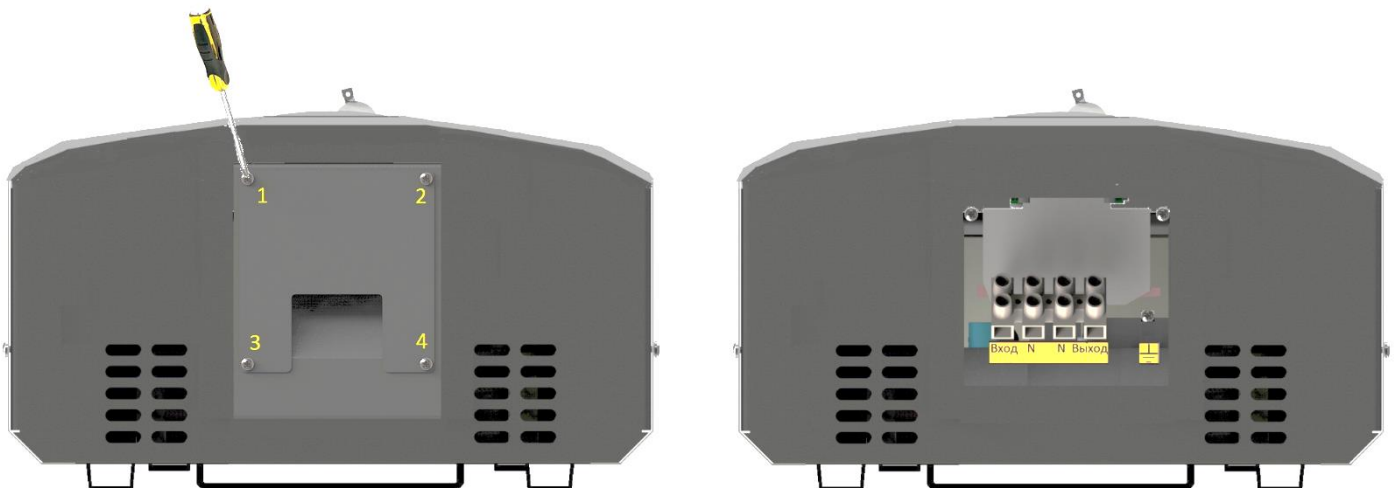

Рисунок 13. Схема снятия защитной крышки снизу корпуса стабилизатора
2. При помощи отвертки открутить 4 винта защитной крышки с нижней части стабилизатора для доступа к клеммной колодке (см. рисунок 13)